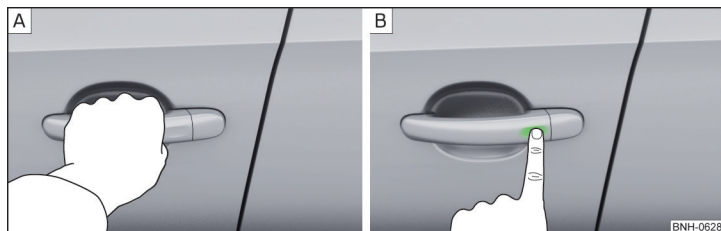

Fig. 48 Desbloquear vehículo / bloquear vehículo
- Agarrar la manivela para **desbloquear** el vehículo » fig. 48 - **A**.
- Tocar el sensor en la manivela con el dedo para **bloquear** el vehículo » fig. 48 - **B**.